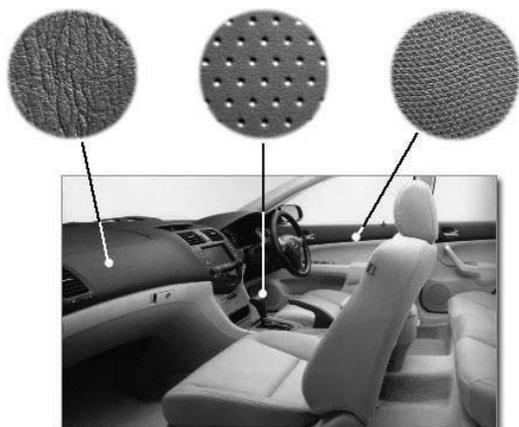

図1 自動車内装へのシボの利用例⁷⁾
家電製品や文具、自動車などのプラスチック部分の表面は、通常細かなザラザラした表面処理が施されている。一般的にこの模様をシボと呼んでおり、シボの模様には、皮革模様や木目、岩目、砂目、梨地、幾何学模様などさまざまな模様がある。図1に自動車内装に利用されているシボの例を示す。このようなシボを施した製品は以下のような効果をもつ。①製品の意匠の価値の向上、②成形におけるウェルドラインやひけの防止、③金型の研磨など2次加工工程の短縮、④塗装工程の省略、⑤傷の目立ち防止。